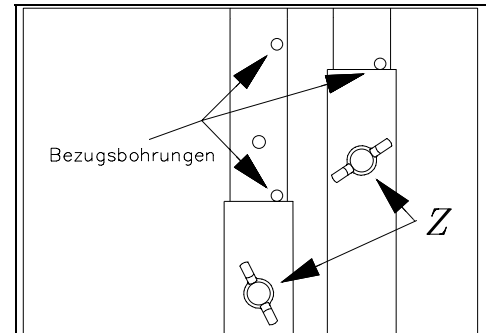

Abb. 12 Zentrierbohrungen für die Flügelschrauben
1. Die Wanne so weit wie möglich der Fahrzeug - Ölwanne nähern und die Wannenhöhe einstellen: auf den Armen befinden sich Bezugsbohrungen, die das Zentrieren der Flügelschrauben "Z" in die jeweiligen Sitze erleichtern (siehe Abb. 12 und Generalschema Seite 3).